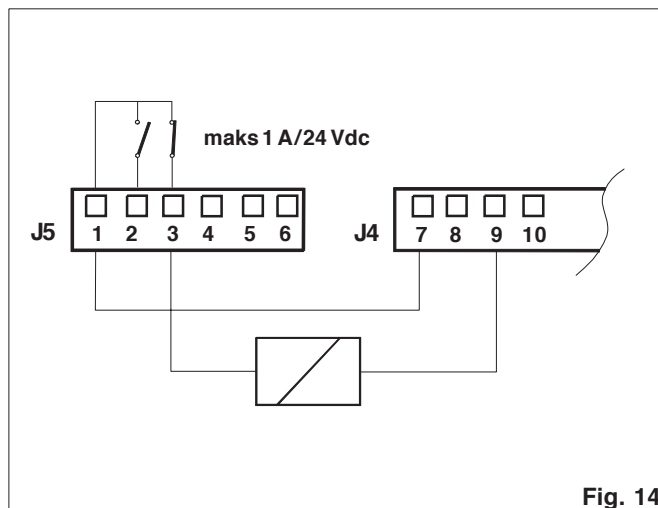

Fig. 14
**3 Elektrisk sluttstykke - N.C. kontakt (maks belastning 1 A/24V) (Fig. 14)**